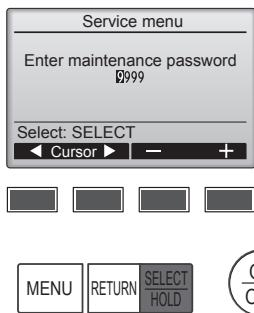

Fig. 6-2
- ① Sélectionnez "Service" dans le menu général puis appuyez sur le bouton [SELECT/HOLD].
② Lorsque le menu SAV est sélectionné, une fenêtre vous invitant à saisir le mot de passe apparaît. (Fig. 6-2)